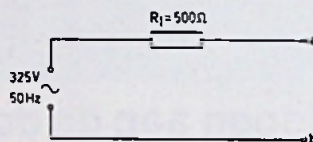

Fig.4
- ③ in het schema van fig. 4 moet in de weerstand R_1 een stroom van $0,25\text{ A}$ vloeien.